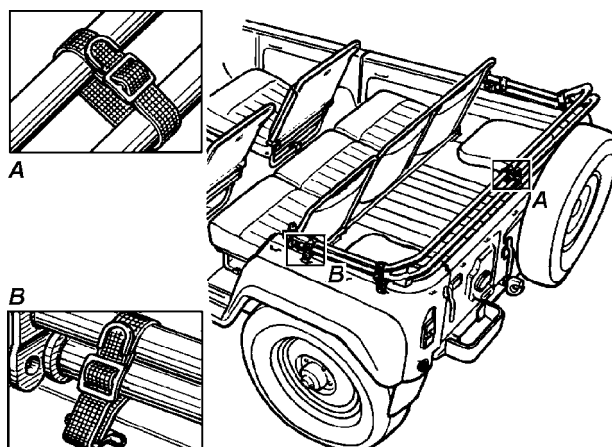

Рис. 15.12. Крепление дуг тента в кузове автомобиля: А -увязочные ремни дуг; Б -крепление дуг на боковине
3. Закрепите дуги тента в походное положение в кузове на кожухах задних колес и полу автомобиля, как показано на рис. 15.12.